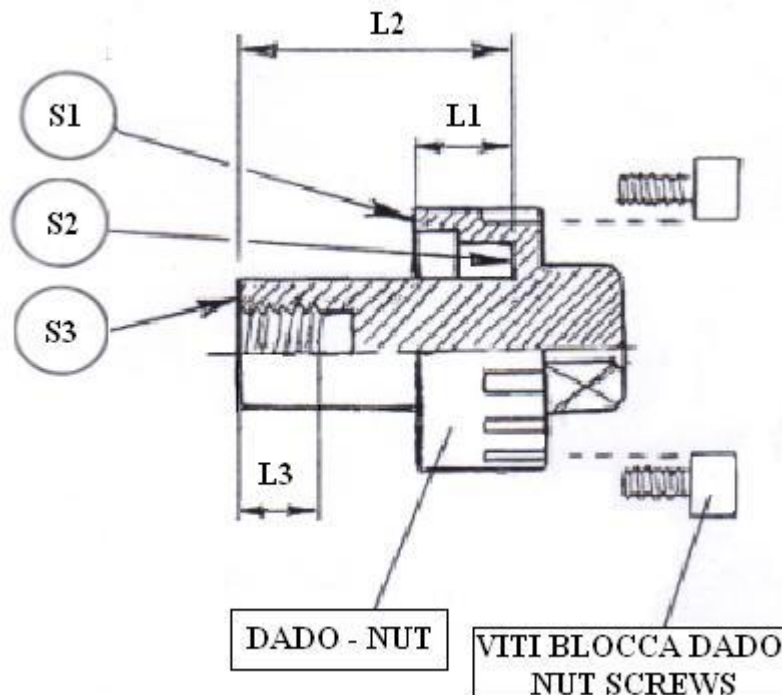

Fig. 8
8) **ISTRUZIONI PER LA CORRETTA LAVORAZIONE DEL DADO DI FISSAGGIO DELL'ELICA Fig. 8. - INSTRUCTIONS FOR THE PROPER WORKING OF THE BLOCKING NUT OF THE PROPELLER Fig. 8.**
A differenza del dado standard, questo tipo di dado, quando viene serrato sull'albero motore, deve appoggiare **esclusivamente** sulle due superfici S1 e S2, e viene bloccato mediante 4 elementi: due spine filettate, più una vite centrale fissata con un grano. Quando si monta l'elica occorre effettuare le stesse verifiche descritte per il dado di fig. 8